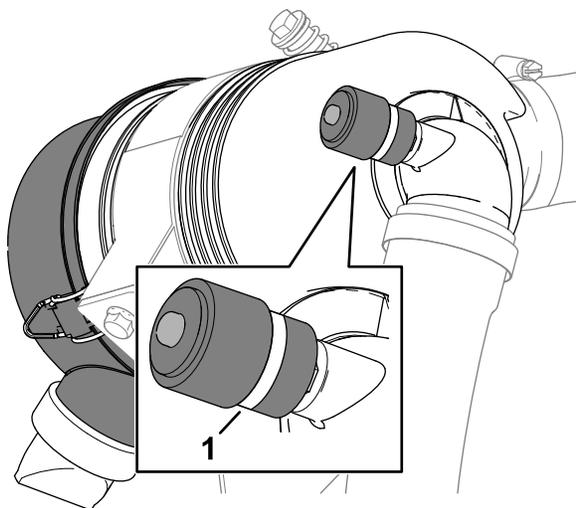

Рисунок 76
3. Проверьте индикатор обслуживания, расположенный на конце корпуса воздушного фильтра (Рисунок 76).